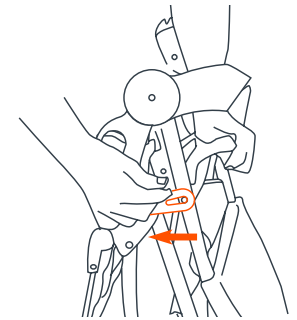

Fig. 21a
21) • Apoye el carrito de modo tal que las tres ruedas toquen el suelo. Suelte el pestillo de pliegue, que se encuentra a la derecha del carrito (Fig. 21a).